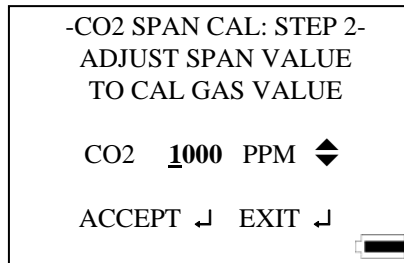

Abb. 4-7: Ansicht CO₂ Span Kalibrierung: Schritt 2
- Justieren Sie die Messbereichs-Gaskonzentration, die Sie verwenden werden, mit der ▼ oder ▲ Taste, bestätigen Sie mit der ↵ Taste den richtigen Wert. (Abb. 4-7).